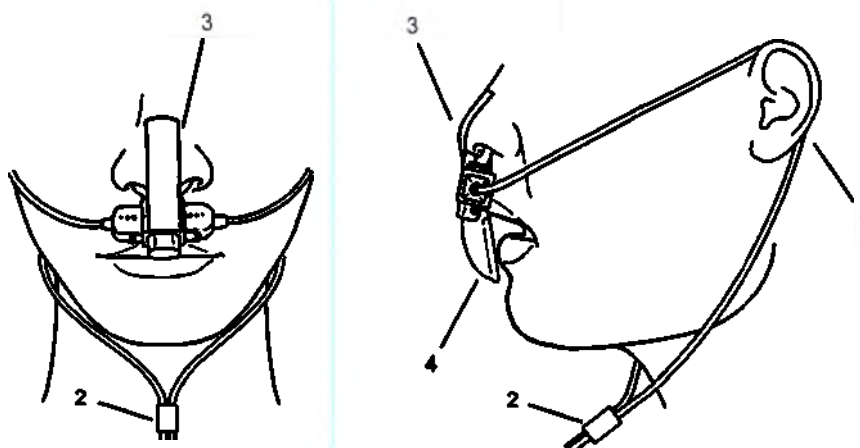

Рис. 6-22 Присоединение одноразового адаптера мониторинга CO₂ для носоглотки/ротовой полости к пациенту
- Прикрепите адаптер к носу клейкой лентой, специально предназначенной для этой цели (Рис. 6-22, поз. 3).